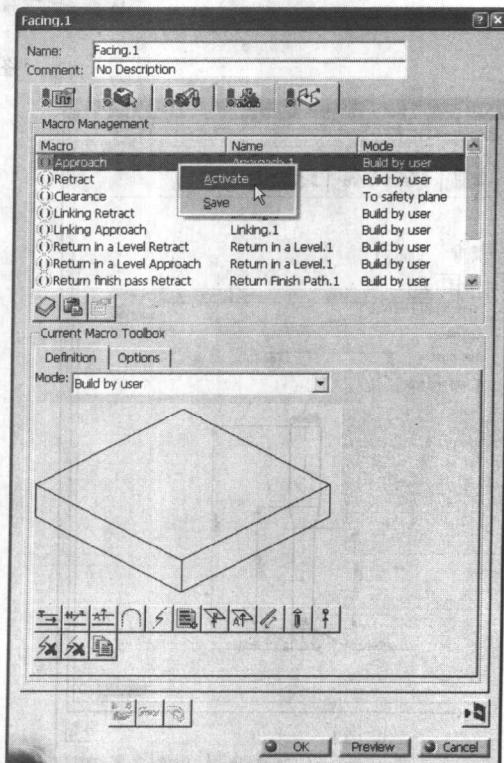

图 1-23
(3) 单击“进刀/退刀”标签，在Macro Management列表框中选择① Approach，并单击鼠标右键，在弹出的快捷菜单中选择Activate命令，将进刀方式激活，如图1-23所示。在Mode下拉列表框中选择Ramping，双击其中的尺寸数值，在弹出的对话框的数值框中输入斜线进刀的高度为20mm，如图1-24所示。